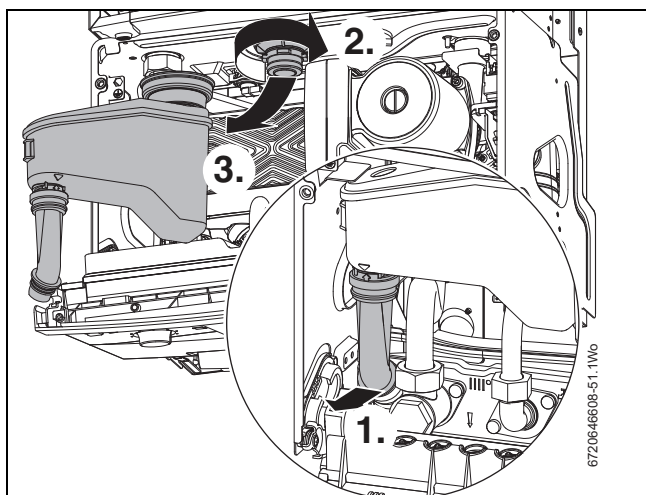

Fig. 80 Limpiar el sifón
1. Proteger el cuadro de maniobra contra un posible ingreso de agua y desconectar la manguera de descarga negra (Fig. 80, [1]) del conector del bastidor mural.